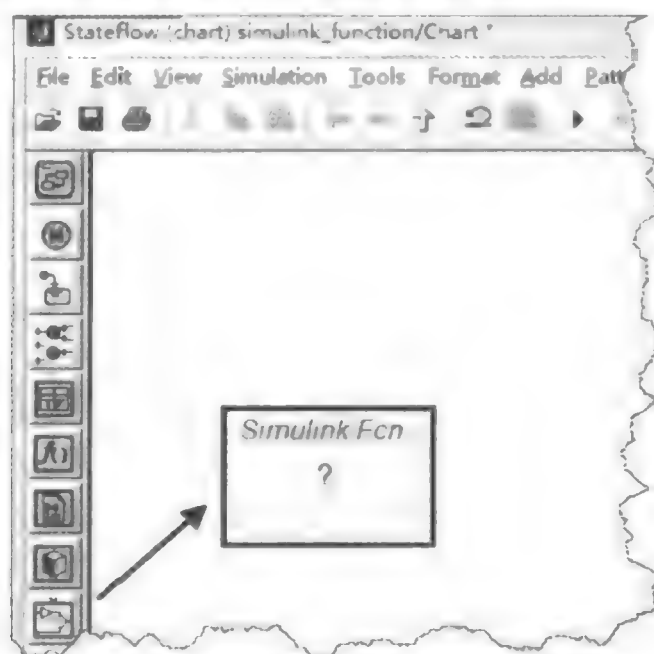

图 3.6.18 添加 Simulink 函数
- (1) 创建一个包含 Stateflow 图表的 Simulink 模型,然后单击图表编辑器中图形工具栏的 Simulink 函数按钮,即可在编辑器空白位置添加 Simulink 函数,如图 3.6.18 所示。